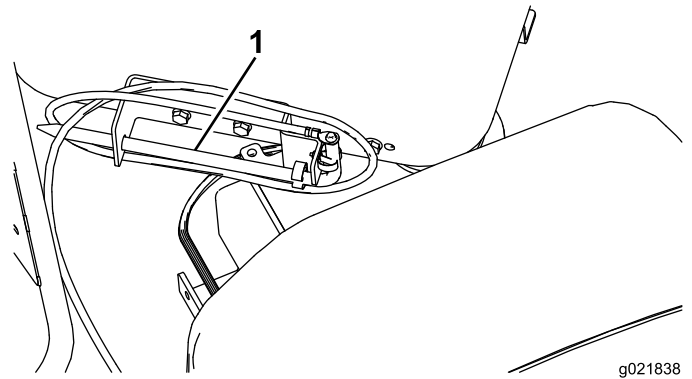

Bild 43
1. Nehmen Sie den Erdungsstab aus der Halterung an der Seite der Bedienerplattform (Bild 43).
2. Bewegen Sie den Bohrwagen auf dem Bohrrahmen ganz nach unten und sprühen Sie das Spindelgewinde mit Profilverbindungsmasse ein. Bringen Sie den Bohrwagen dann wieder an das obere Ende des Rahmens (Bild 43).